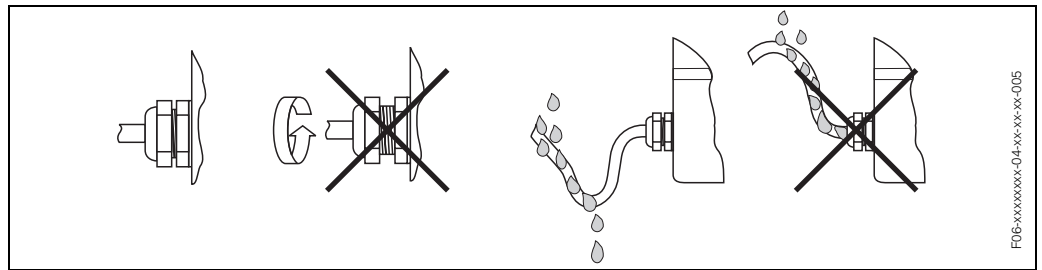

Abb. 21: Montagehinweise für Kabeleinführungen
- Kabeleinführung fest anziehen (Abb. 21).
- Kabel vor der Kabeleinführung in einer Schlaufe verlegen ("Wassersack", Abb. 21). Auftretende Feuchtigkeit kann so nicht zur Einführung gelangen. Bauen Sie das Messgerät zudem immer so ein, dass die Kabeleinführungen nicht nach oben gerichtet sind.